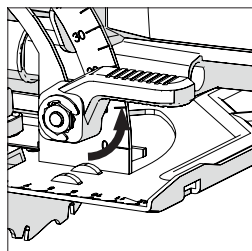

Abb. 13
- Lösen Sie den Winkel-Sperrmechanismus vorn an der Maschine, indem Sie den Hebel nach oben ziehen. (Abb. 13)